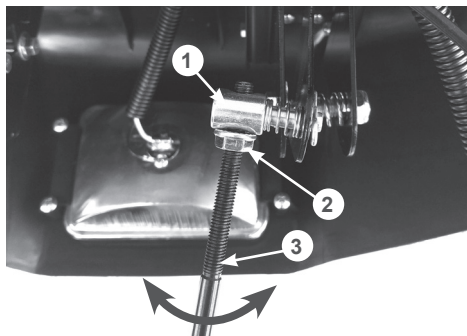

Рис. 18 Регулировка длины тяги рычага переключения передач
- если данное условие не выполняется, отсоедините нижний конец тяги переключения передач, ослабьте затяжку контргайки 2 на верхнем конце тяги 3 и произведите корректировку положения фрикционного колеса, выкручивая/закручивая тягу во втулку 1 крепления тяги (Рис. 18);